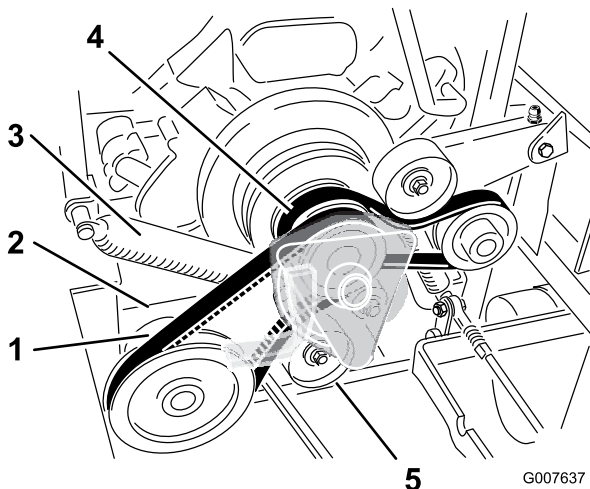

Figura 66
4. Retire el muelle del brazo de la polea tensora (Figura 66).
7. Instale la correa de transmisión de la PTO alrededor de la polea del embrague y la polea de la caja de engranajes (Figura 66).
9. Instale el muelle en el brazo tensor (Figura 66).